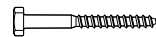

fig. 4
- 4 Remplacez le support mural et fixez-le solidement avec quatre boulons tire-fond (fig. 4). Vissez-le avec une clé à douille de 13 mm ou 1/2". (fig. 5)